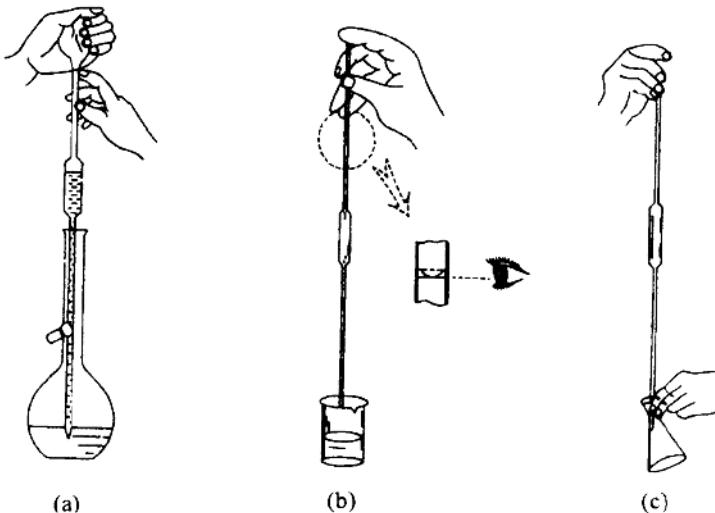

图5 移液管的使用方法
2. 吸取溶液 用右手的拇指和中指捏住移液管或吸量管的上端，将管的下口插入欲取的溶液中。插入不要太深或太浅，太深会在管外沾附溶液过多，太浅会产生吸空而将溶液吸到洗耳球内弄脏溶液。左手拿洗耳球，接在管的上口把溶液慢慢吸入，如图5(a)所示。吸取溶液至刻度以上，立即用右手的食指按住管口。
3. 调节液面 将移液管或吸量管向上提升离开液面，管的下端仍在容器内。管身保持直立，略为放松食指(有时可微微转动移液管或吸量管)，使管内溶液慢慢从下口流出，直至溶液的弯月面最低处与标线相切为止，立即用食指压紧管口(图5(b))。取出移液管或吸量管，用干净滤纸片擦去管端外面沾附的溶液(注意不能接触管口，以防将管内溶液吸出)，插入承接溶液的器皿中。
4. 放出溶液 管尖端靠在器皿的内壁，应使承接器皿倾斜，移液管或吸量管直立，放开食指，使溶液沿器皿壁流下，如图5(c)所示。待溶液流完后，约停15秒后将移液管或吸量管移去。残留在管末端的少量溶液，不可用外力强使其流出，因校正移液管或吸量管时已考虑了末端保留溶液的体积。但需注意，有一种移液管或吸量管，上面注有“快吹”字